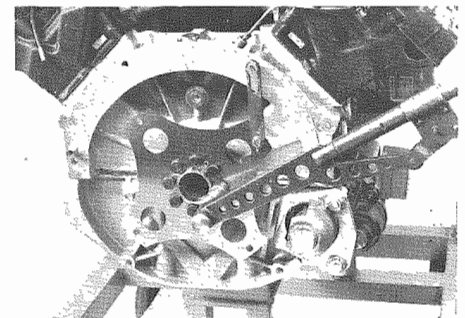

Fig. 9 - Bloccaggio della flangia
- Bloccare la flangia come mostrato in **Fig. 9**.
- Lock flange as shown in **Fig. 9**.